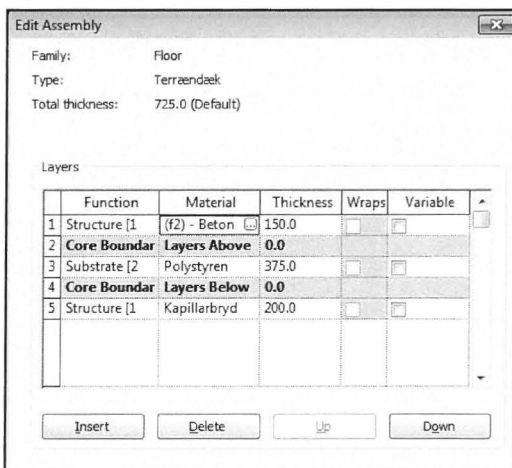

Fig. 07.07. Vælg en opbygning af terrændækket.
- Opret lagene, som vist på Fig. 07.07. (fremgangsmetoden er den samme som oprettelse af lag i vægge. Se side 32, kap. 05 for beskrivelse).